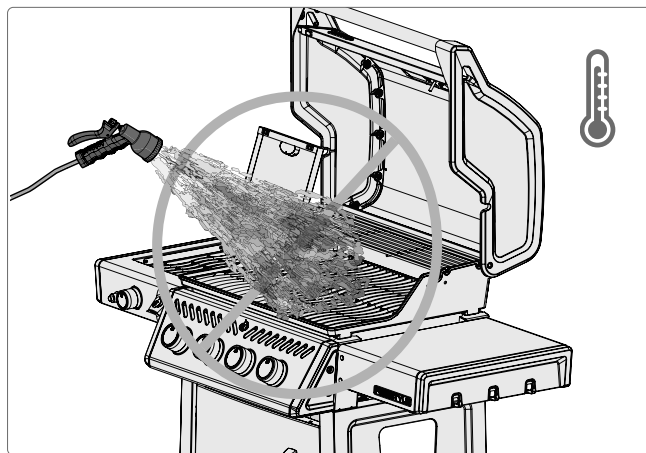

Fig. 27
1. Slukk aldri en flamme eller kontroller oppflammer med vann (**Fig. 27**)